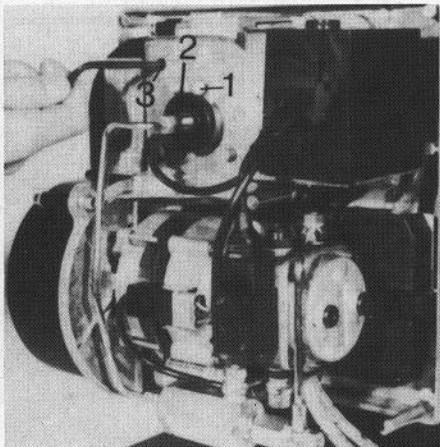

Abb. 22
- a) Veränderung der Hauptluftmenge wird durch Verändern der Stellung der Schiebbehülse (Abb. 22 Pos. 3) vorgenommen.
Rechtsdrehung der Inbusschraube ergibt weniger Luft und damit geringere Pressung. Linksdrehung der Inbusschraube ergibt mehr Luft und damit mehr Pressung. Nach dem Zusammenbau und nach der Inbetriebnahme des Brenners kann mittels 5 mm Innensechskantschlüssel und nach vorherigem Entfernen der Verschlusskappe (Abb. 22 Pos. 3) die Schiebehülse auf mehr oder weniger Pressung eingestellt werden.